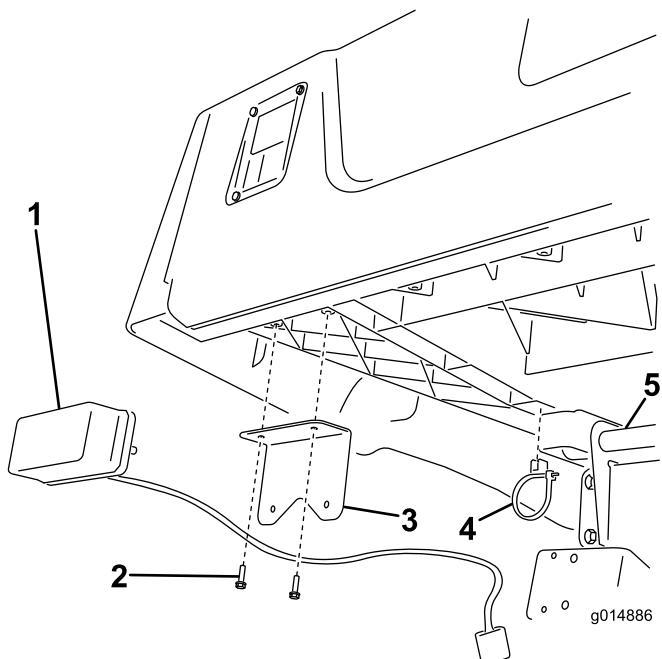

Figura 14
- Instale cada suporte de luz na plataforma com 2 parafusos (n.º 10- -3/4 pol.) (Figura 14).
- Monte as luzes traseiras nos suportes com as luzes âmbar orientadas para o exterior da máquina (Figura 14).
- Empurre uma cinta de cabos para as saliências de cada lado da caixa como se mostra em (Figura 14).
- Encaminhe os cabos das luzes através da cinta de cabos no clipe e sobre o tubo de articulação da plataforma (Figura 14).